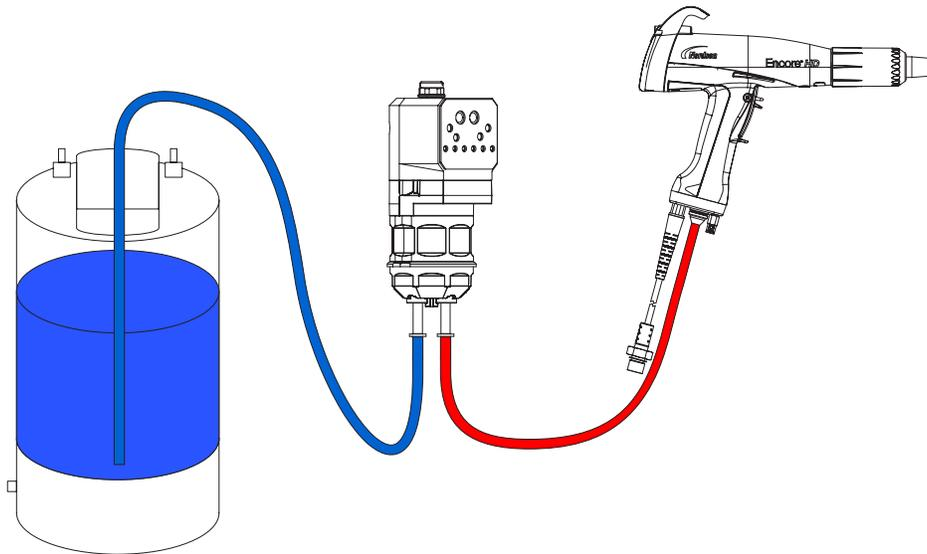

Figura 13 Conexiones de los tubos
1. Conectar el tubo de succión tal y como se muestra en la figura 13.